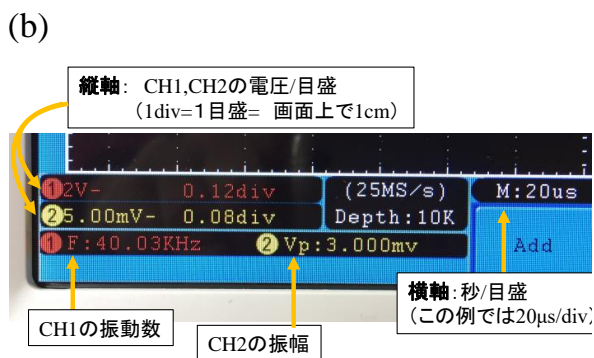

図 2-4 (a)オシロスコープ入力端子への配線
- (1) 動作を確実にするために、「(使い方) 1. オシロスコープの初期状態へのリセット(初期化)」にしたがって、オシロスコープの初期化を行いなさい。
- (2) 続いて、「(使い方) 3. 入力の表示・非表示切り替えと入力方法設定」に従って CH1, CH2 ともに Coupling は DC, Probe の Attenu は×1 に設定しなさい。
- (3) 回路からの矩形波信号 (BNC コネクタ付き同軸ケーブル) を CH1 (チャンネル 1, トリガーに使用) に、マイクの出力ケーブルの BNC コネクタを CH2 (チャンネル 2) に接続する (図 2-4(a)を参照)。
- (4) オシロスコープの Autoset ボタン (パネル右上にある) を押し、自動的に感度や掃引速度が調整されるのを確かめなさい。
(正しく設定すれば、図 2-4(b)のように画面左下の窓に数値が表示される)
**注意：** 測定中に定規やスピーカーが動いてしまう恐れがあるので、両面テープで机に固定しておくといよい。1 目盛の時間幅は、M: の欄に単位と共に表示されている (図 2-4(b) 参照)。